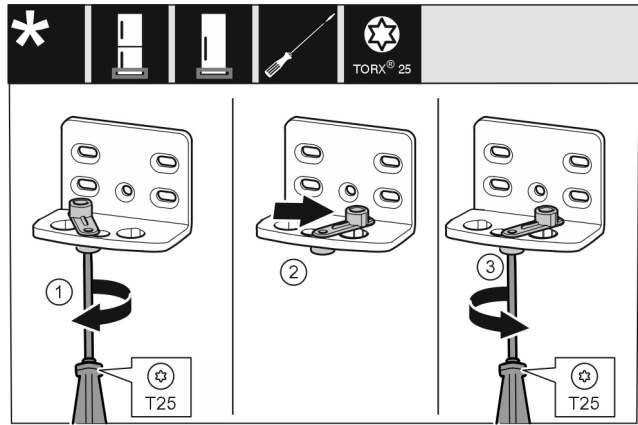

Fig. 12
- ▶ Lironi plotësisht vidën me një kaçavidë T25. Fig. 12 (1)
- ▶ Ngrini lart ndihmën e mbylljes së derës dhe rrotullojeni brenda vrimës me 90° nga e djathta. Fig. 12 (2)
- ▶ Mbërtheni fort vidën me kaçavidën T25. Fig. 12 (3)